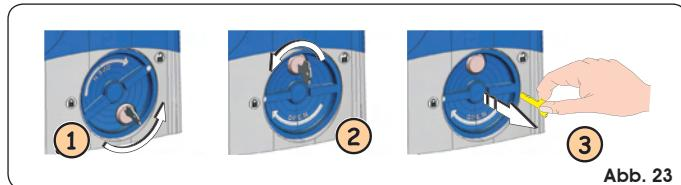

Abb. 23
1. Das Entriegelungssystem gegen den Uhrzeigersinn um etwa 180° entsprechend der Darstellung in Abb. 23, Bez. ① drehen.
2. Den Schlüssel gegen den Uhrzeigersinn drehen, Abb. 23 Bez. ② und aus dem Schloss herausziehen, siehe Darstellung in Abb. 23 Bez. ③.